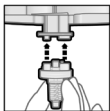

Fig. 2
3. Placer l'un des embouts mélangeurs Dynamix fournis sur les orifices de sortie de la cartouche (fig. 2)